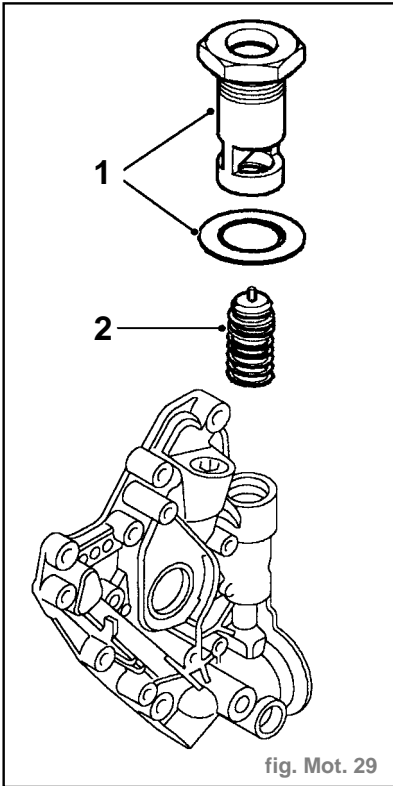

fig. Mot. 29
- Enlever le bouchon de soupape de dérivation (1), déposer la rondelle Dowty et la jeter (fig. Mot. 29).